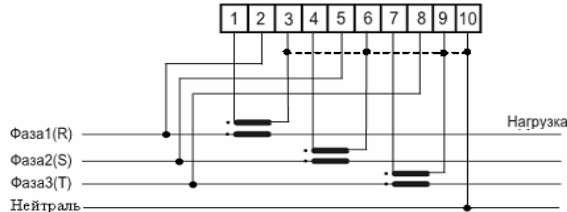

Рисунок 2 - Схема підключення лічильника CE303-U в корпусі S31
5.3 Порядок встановлення. Лічильник необхідно встановлювати в місцях з умовами за п.1.5. Підключення лічильника проводити у відповідності із схемою, зображеною на кришці колодки затискачів (відповідає схемі на рис. 2).